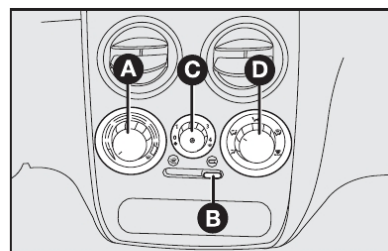

fig. 42
COMANDOS - fig. 42
1) Seletor para a temperatura do ar A-fig. 42 totalmente posicionado à esquerda.
2) Seletor do ventilador C-fig. 42 posicionado na velocidade máxima.
3) Seletor de distribuição do ar D-fig. 42 apontado para ↗; controlar para que todas as saídas de ar estejam totalmente abertas.
4) Ligar o ar-condicionado apertando o seletor a partir da posição 1 C-fig. 42 (a luz-espia no seletor irá acender).